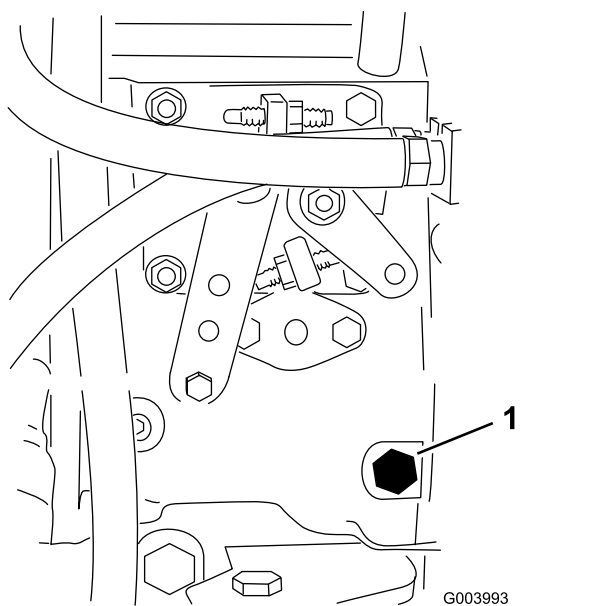

Bild 39
3. Öffnen Sie die Entlüftungsschraube an der Kraftstoffeinspritzpumpe (Bild 39) mit einem 12-mm-Schraubenschlüssel.